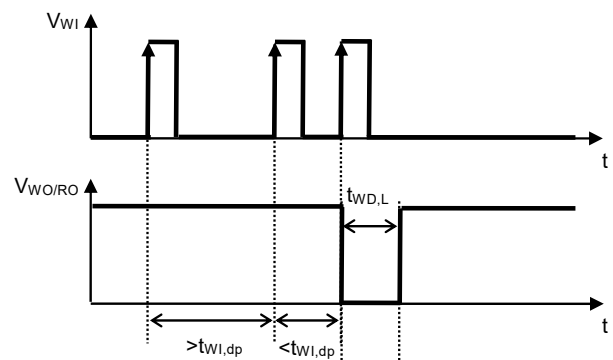

図9 ウォッチドッグダブルパルス検出時間
- \*3. ウォッチドッグタイマがトリガ信号の検出を開始してから、 $t_{WI,dp}$ 経過前までに再びトリガを検出し、WO / RO端子出力が "L" に変化するまでの時間 (図9参照)。この値は $C_{DLY}$ で変更可能です。